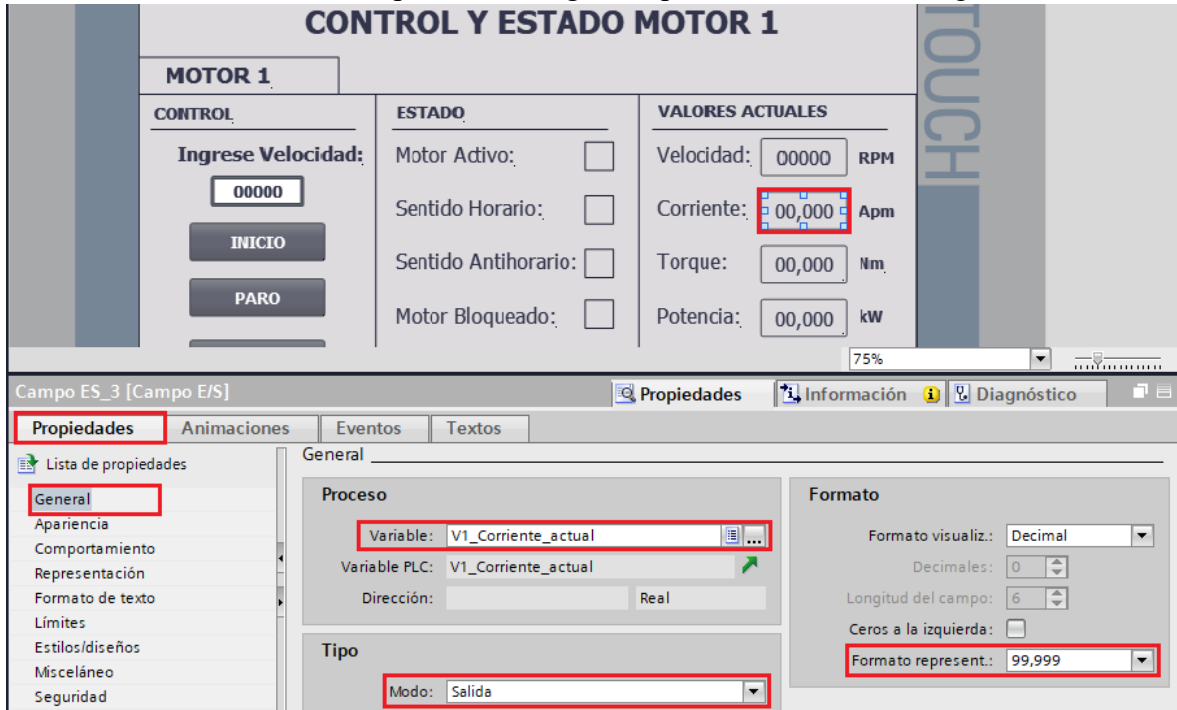

Figura 57. Configuración campo E/S Corriente actual.
- En “Formato” / “Formato represent” escoger la opción “99,999” (ver Figura 57).